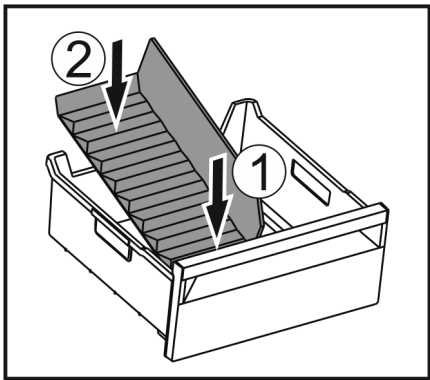

Fig. 142
- 装入冰格分隔器前部。 Fig. 142 (1)
- 将冰格分隔器后部放低至抽屉底板。 Fig. 142 (2)